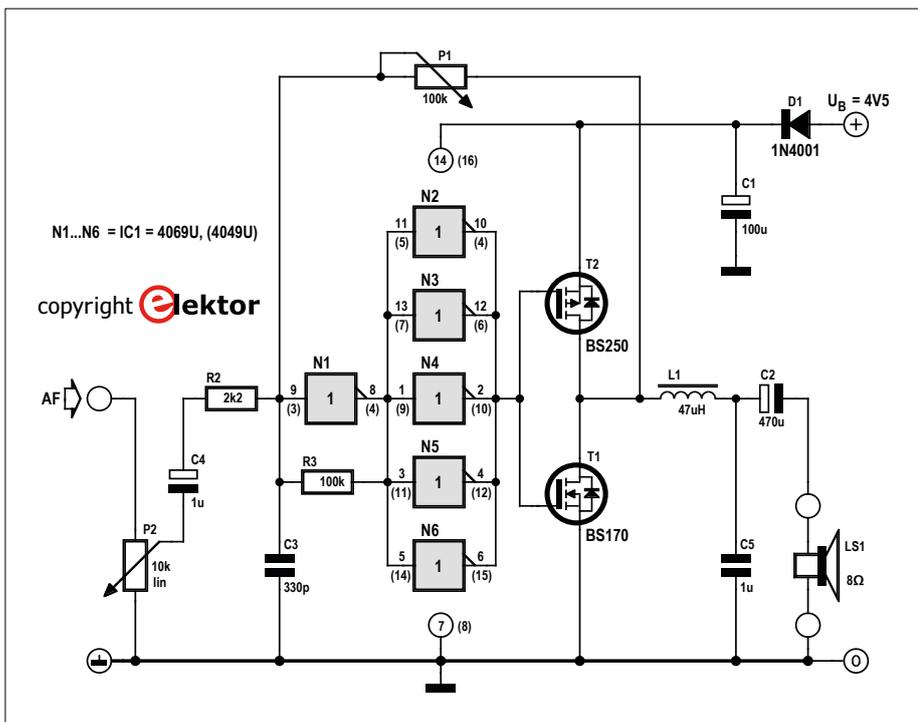

Figure 3. Schéma de l'amplificateur BF numérique simple.
Jusqu'à présent, nous n'avons pas encore expliqué comment le signal à basse fréquence (BF) entre dans le circuit, comment il est transformé et comment nous avons de nouveau un signal analogique en sortie. Comme on le voit sur la **figure 3**, le signal audio arrive sur l'entrée de la porte N1 de l'oscillateur, débarrassé de sa composante continue, via un potentiomètre et le condensateur de liaison C2.